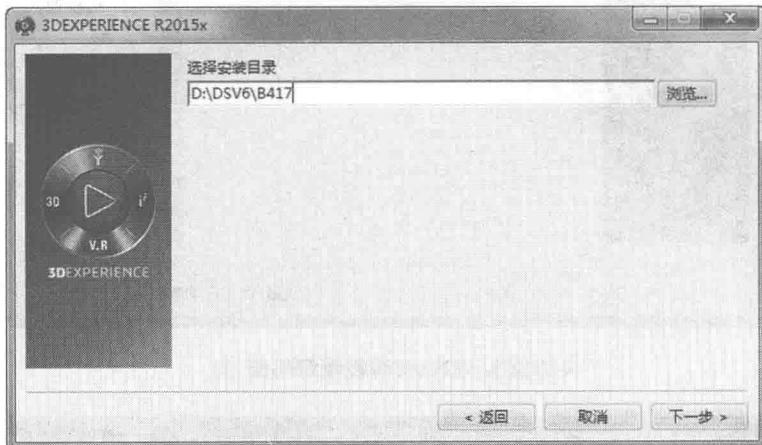

图 1-10 选择安装目录
(2) 选择安装目录。将安装目录更改为 D:\DSV6\B417, 点击【下一步】按钮, 如图 1-10 所示。